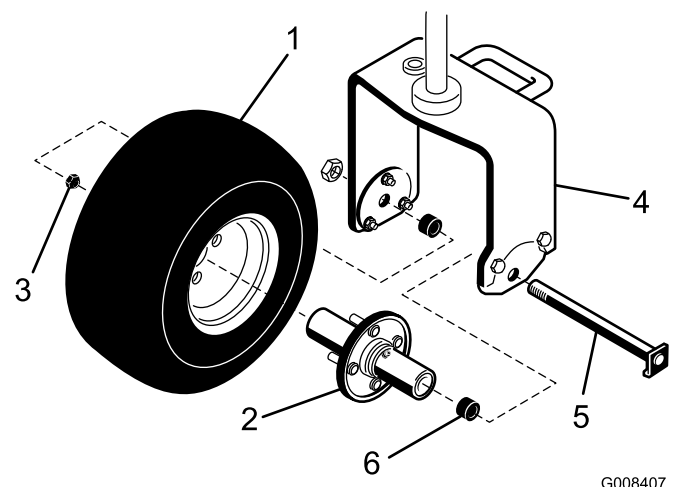

Figura 3
1. Montate il mozzo sul cerchio della ruota posteriore per mezzo di 4 dadi di fissaggio (Figura 3). Serrate i dadi ad un valore compreso tra 95-122 Nm.
2. Rimuovete il bullone e il dado di bloccaggio dai fori di montaggio della ruota sulla forcella orientabile della ruota posteriore (Figura 3).
(Figura 3). Montate e serrate il dado di bloccaggio per assicurare la ruota alla forcella. Non serrate eccessivamente il dado di bloccaggio, poiché la ruota deve poter ruotare liberamente.